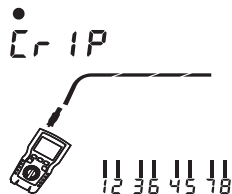

Figura 6.13 Conexión al conector RJ45
- (1) Encienda el tester, ajuste el selector de modo al modo de prueba y presione la tecla "PORT" para cambiar al puerto de prueba de crimpado. La interfaz se muestra en la Figura 6.13, con el indicador de prueba "Cr IP" mostrado en la esquina superior izquierda y el diagrama de mapa de cables parpadeando debajo.
- (2) Inserte el conector RJ45 crimpado en la toma RJ45 del puerto de prueba de crimpado. El estado de crimpado del conector RJ45 se mostrará durante aproximadamente 1 segundo.